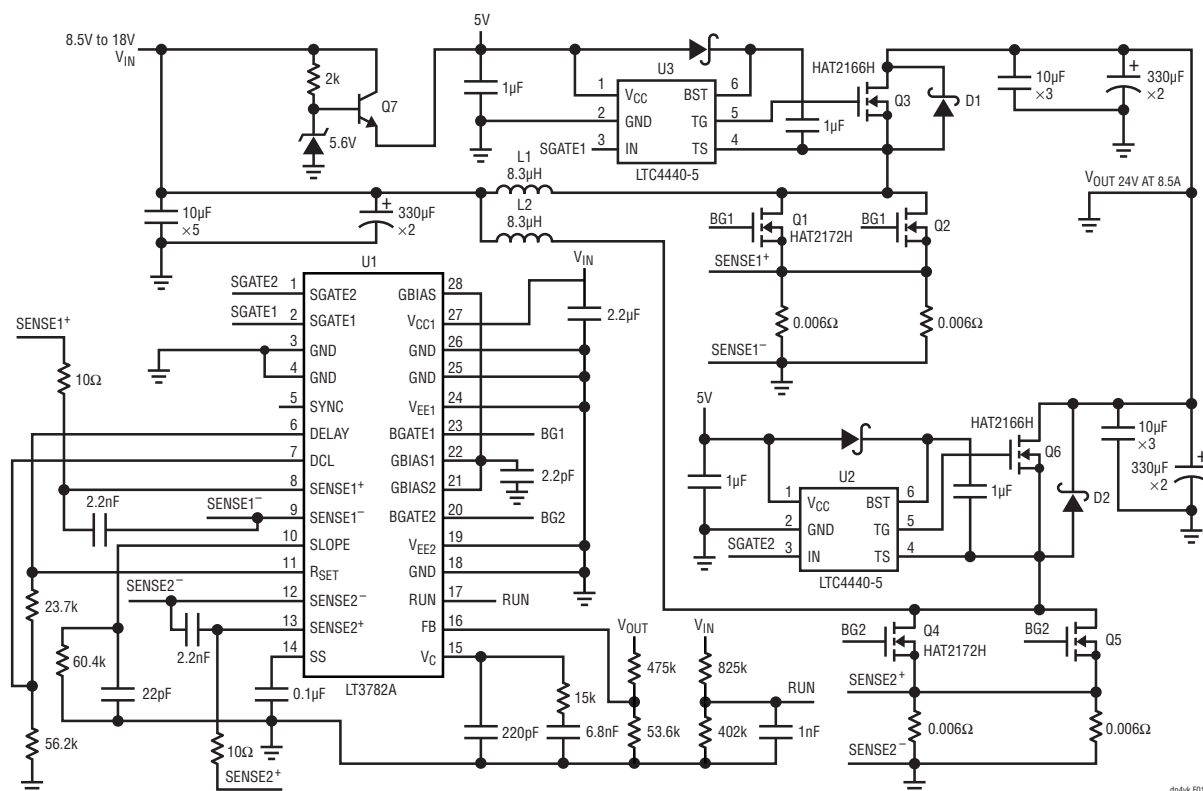

図1. LT3782Aをベースにした同期整流式昇圧コンバータ ($V_{OUT} = 24V (8.5A)$ 、 $V_{IN} = 8.5V \sim 18V$)
8.5V~18Vの入力電圧範囲から24Vを発生する昇圧コンバータを図1に示します。出力電力は連続で200W、短いパルス負荷で250Wであり、8.5Aの連続電流および10.5Aのパルス電流に相当します。